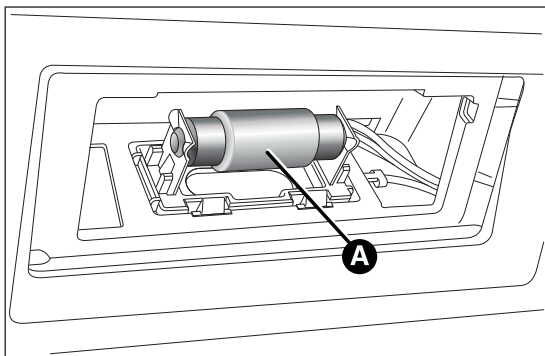

fig. 126
- ☐ sustituir la lámpara B fig. 126, soltándola de los contactos laterales;